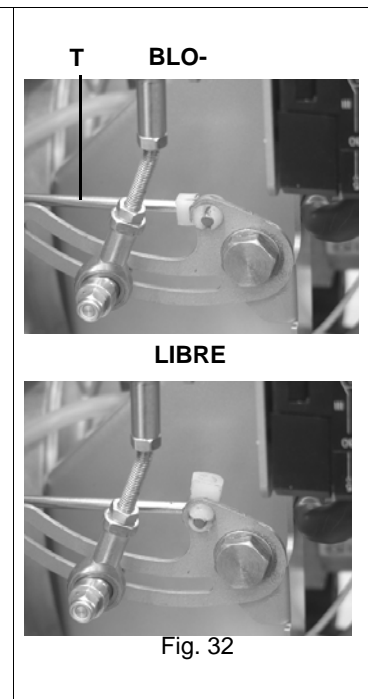

Fig. 32
- 3 Liberar el tirante T, como indicado en Fig. 32